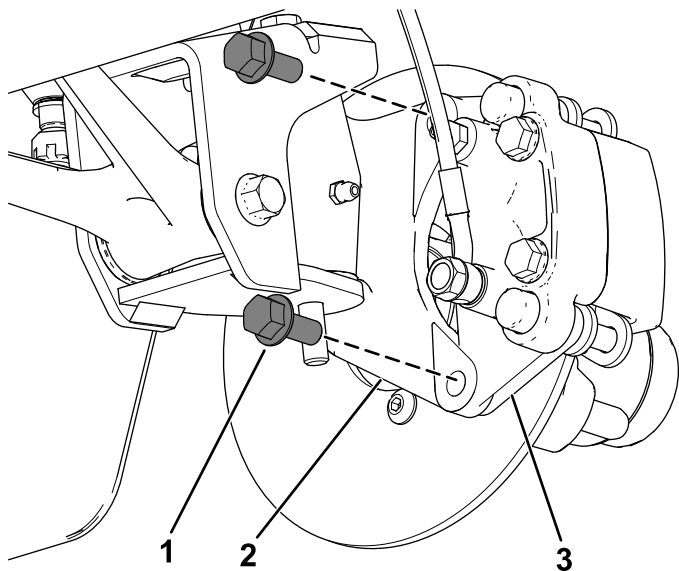
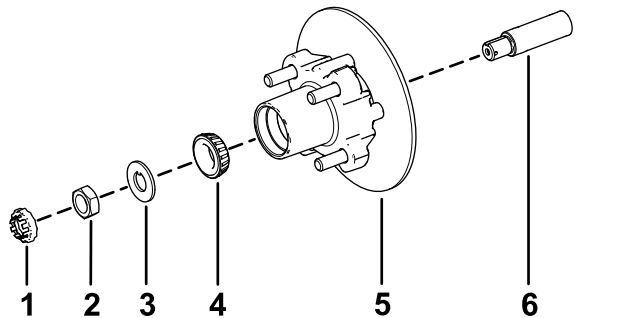

Bild 35
Bild 39
3. Entfernen Sie die Bundkopfschrauben ($\frac{3}{8}$ " x $\frac{3}{4}$ "), mit denen die Halterung für die Bremse an der Spindel befestigt ist, und nehmen die Bremse von der Spindel ab (Bild 35).
1. Fetten Sie die Spindel leicht mit der angegebenen Fettsorte ein (Bild 39).
2. Montieren Sie die Radnabe und den Drehzylinder an der Spindel mit dem Drehzylinder innen (Bild 39).
3. Montieren Sie das Außenlager an der Spindel und setzen das Lager auf den äußeren Lagerring (Bild 39).
4. Legen Sie die Nasenscheibe auf die Spindel (Bild 39).
5. Schrauben Sie die Spindelmutter auf die Spindel und ziehen Sie die Mutter auf ein Drehmoment von 15 N·m an, während Sie die Radnabe drehen um das Lager zu fixieren (Bild 39).
2. Fluchten Sie die Bremsbeläge mit jeder Seite des Drehzylinders (Bild 35) und die Löcher in der Bremsbackenhalterung mit den Löchern im Bremsenhalter des Spindelrahmens aus (Bild 39).
3. Befestigen Sie den Bremsbackenhalterung mit den beiden Bundkopfschrauben ($\frac{3}{8}$ " x $\frac{3}{4}$ ") am Spindelrahmen (Bild 35).